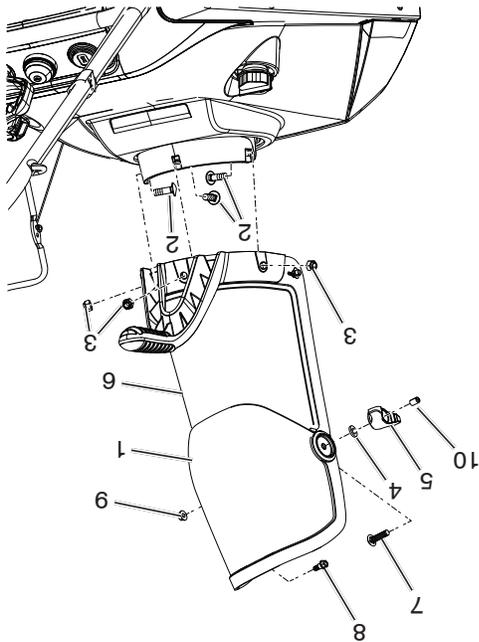

Figure 4
- Poser le déflecteur de goulotte sur la goulotte de décharge à l'aide des vis et de la rondelle, de l'écrou, du bouton de déflecteur et du capuchon du plongeur (Figure 4).
- Poser la goulotte de décharge à la base de la goulotte en utilisant les trois vis et les écrous (Figure 4).